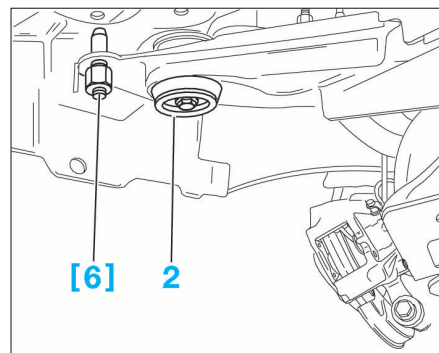

FIG. 56
- positionner les deux étriers [6] à l'avant de la traverse arrière pour centrer la traverse arrière (Fig.56).
- enduire la vis (5) du palier de barre stabilisatrice de Loctite FRENETANCH.
- serrer la fixation avant (2) du train arrière.